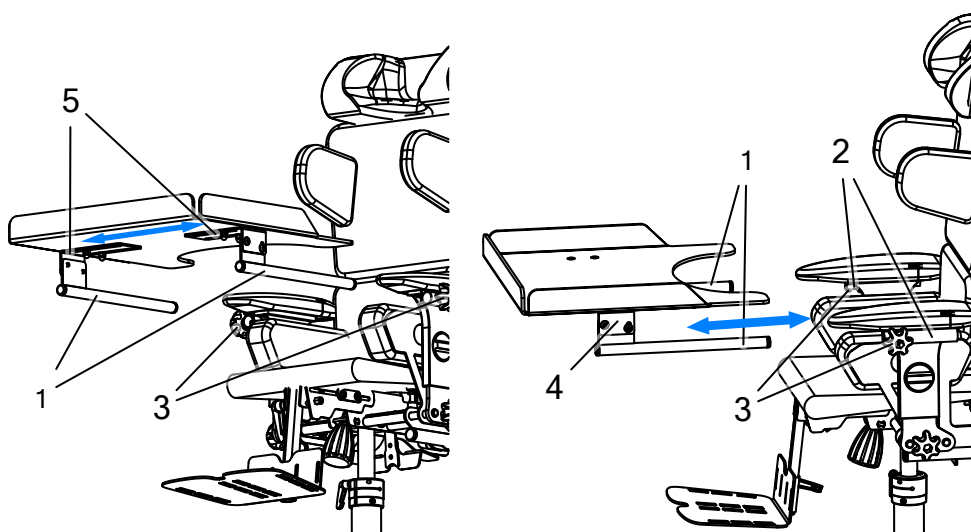

Fig. 10
Per regolare la larghezza dei supporti del tavolino (1) Fig. 10 in funzione alla larghezza degli attacchi sui braccioli (2), allentare i bulloni (5), che si trovano sotto il piano del tavolo. Avvicinare o allontanare le due staffe del supporto in base all'interasse e serrare successivamente i bulloni.